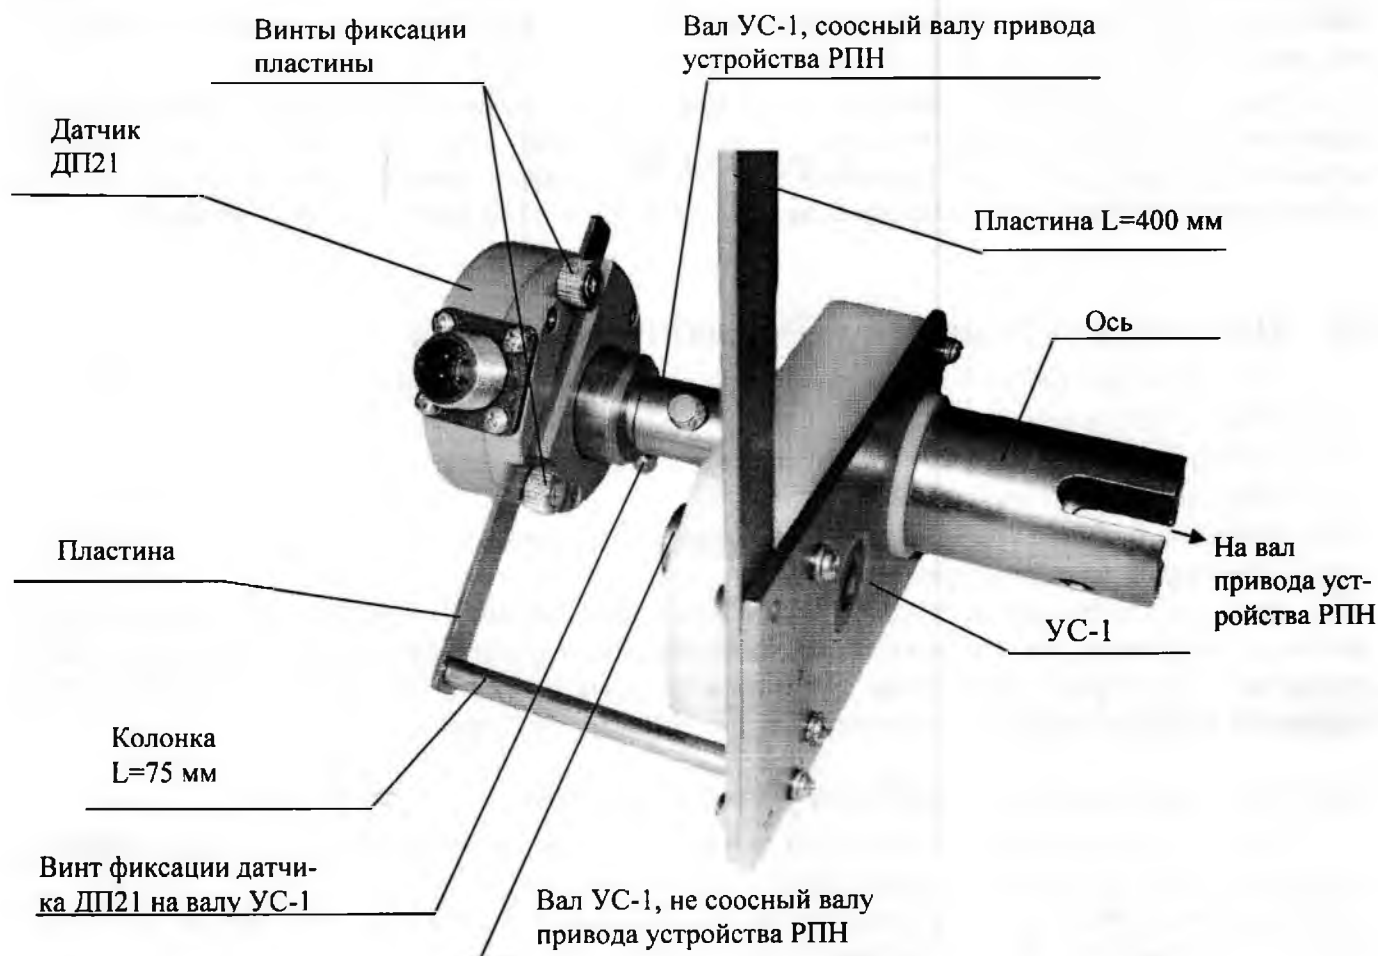

Рис.10.1. Установка датчика на УС-1, если привод вращается электродвигателем
а) установить датчик ДП21 на валу устройства сопряжения УС-1, соосном валу привода устройства РПН, и закрепить датчик винтом (рис.10.1);
- е) проверить совпадение внутреннего диаметра оси УС-1 (см. рис.10.1) с внешним диаметром вала устройства РПН;